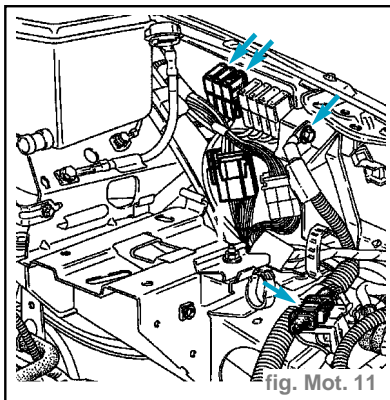

fig. Mot. 11
- les alimentations du boîtier d'interconnexion moteur, du groupe motoventilateur et du boîtier de préchauffage (fig. Mot. 11),